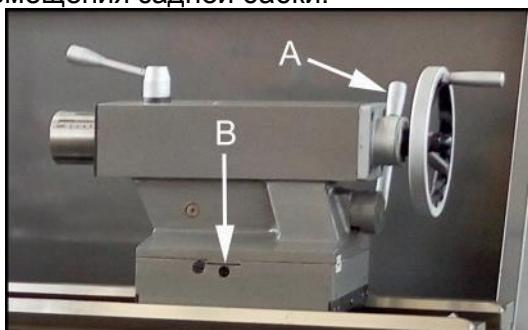

Рисунок 19
Для установки необходимо ослабить рычаг задней бабки (A, рисунок 19), ослабить установочный винт на передней стороне (B), а на задней стороне, соответственно, подтянуть. Снова затянуть установочные винты и зажимной винт задней бабки.